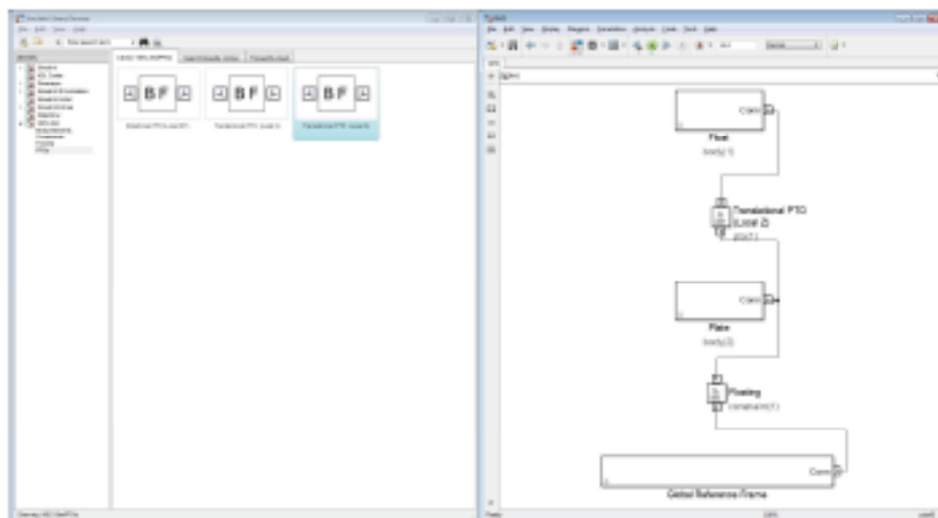

Figure 6.4: Adding the pto and constraint blocks to the RM3 WEC-Sim Simulink model
**ステップ 4:** 海底にプレートを接続するため、Floating 拘束ブロックを使用する。RM3 はグローバル座標系に対して 6DOF で運動可能なため、これが必要である。ステップ 4 と 5 の接続を図 6.4 に示す。